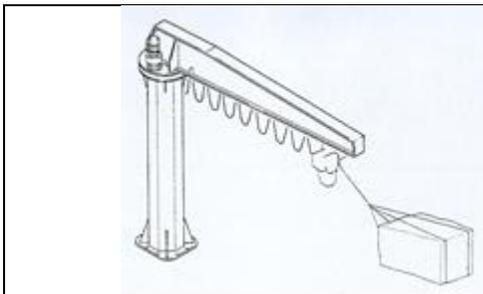

Abb. 51
- **Bei Hebevorgängen** muss der Bediener dafür sorgen, dass der Haken niemals auf dem Boden oder die zu hebenden Lasten abgelegt wird, um ein Durchhängen der Kette zu verhindern. Schräges Ziehen sollte der Bediener unbedingt vermeiden, da dies stets gefährlich und schwer zu kontrollieren ist (Abb. 51).